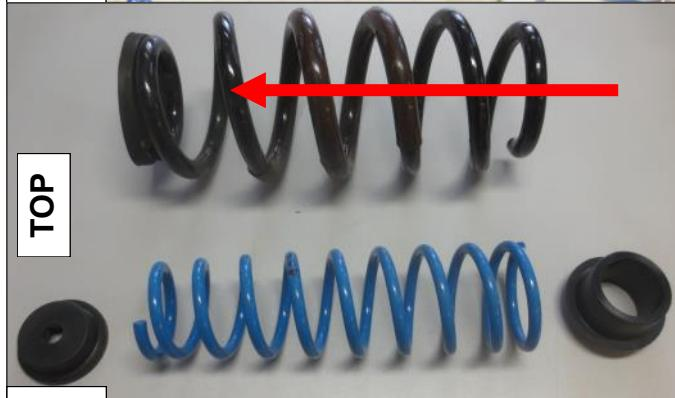

fig. 2
- Plaats de veerhouder **A**, hulpveer **C** en veerhouder **B** in de hoofdveer. Zie fig. 2 & 3.
- Place spring seat **A**, auxiliary spring **C** and spring seat **B** into the main spring. See fig. 2 & 3.
5. Schieben Sie Federteller **A**, Hilfsfeder **C** und Federteller **B** in der Hauptfeder. Siehe Abb. 2 & 3.
5. Placez la coupelle supérieure **A**, le ressort auxiliaire **C** et la coupelle inférieure **B** dans le ressort principal. Voir fig. 2 & 3.